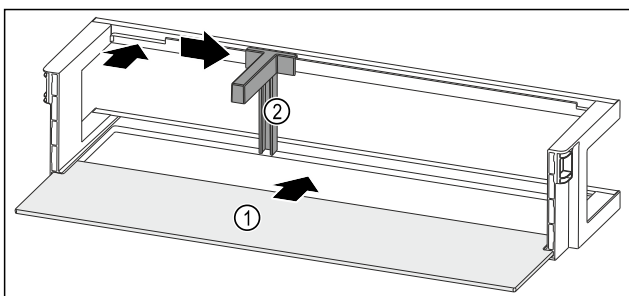

Fig. 92 Рафт на врата с рафт
- ▶ Вкарайте рафта Fig. 92 (1) в страничните прорези.
- ▶ Поставете преградата за бутилки Fig. 92 (2) в прореза.
- ▶ Плъзнете преградата за бутилки Fig. 92 (2) настрани до желаната позиция.